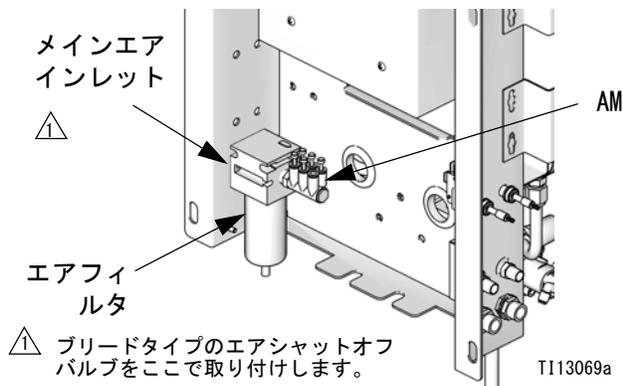

図 4. 壁取り付け給気インレット
- ブリードタイプエアシャットオフバルブを壁取り付け液体ステーション上の制御エアフィルタのインレットに取り付けます。図 4。
エアパージバルブ (APV) には別のパージ給気ラインを使用します。エアパージバルブ (APV) とチェックバルブ (CV) に障害が発生した際にソレノイド、エアロジックライン、またはユニットのメイン供給が液体で汚染されないように、エアパージバルブをユニットのメイン給気またはエアマニホールド (AM、図 4) に接続しないでください。
7.6 m (25 フィート)、6 mm (1/4 インチ) 外径のパージエアチュービング (AT) は短くしないでください。目に見える溶剤の蓄積があるかどうか毎日確認してください。溶剤がある場合は、管理者に知らせてください。